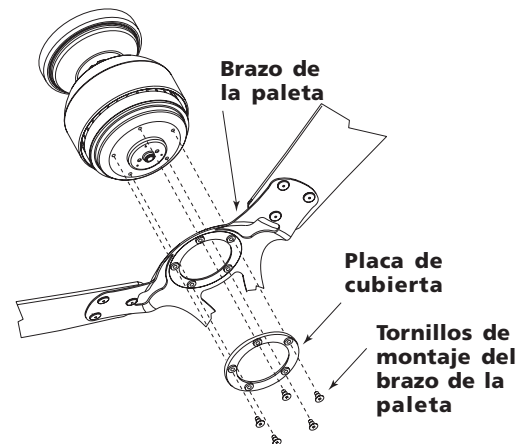

Figura 7c - Forma de instalar el soporte de metal con las paletas en el motor
3. Coloque en alineamiento los agujeros en el brazo de la paleta y la placa de cubierta con los cinco agujeros en la parte inferior del motor e instale parcialmente los cinco tornillos 1/4" - 20. Vea la Figura 7c.